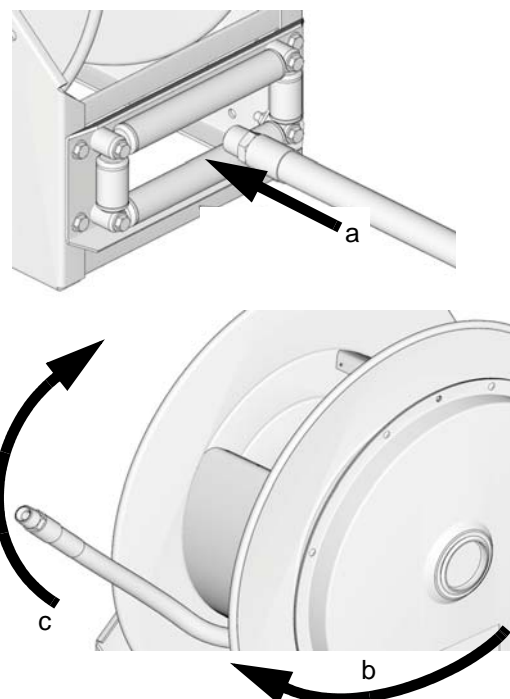

**Рис. 7**
- Установите шаровой ограничитель (45) возле конца шланга, используя винты (46) и гайки (47). Затягивайте гайки до тех пор, пока наружные края ограничителя не соприкоснутся (Рис. 7).